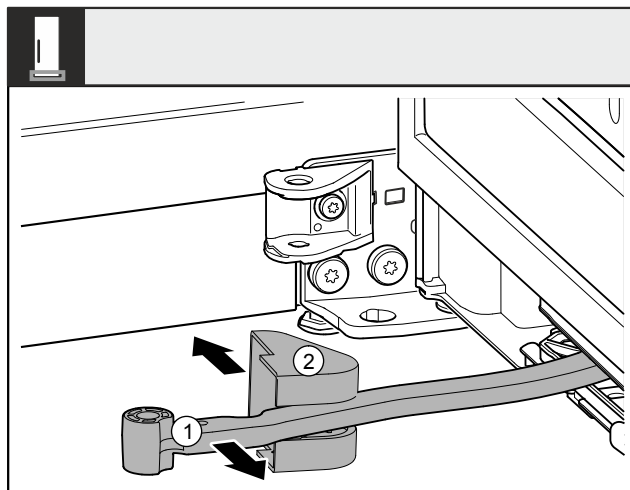

Fig. 10
- Zavrtite zgibni del Fig. 10 (1) v smeri vrat.
- Odstranite pokrov ležajnega podstavka Fig. 10 (2).